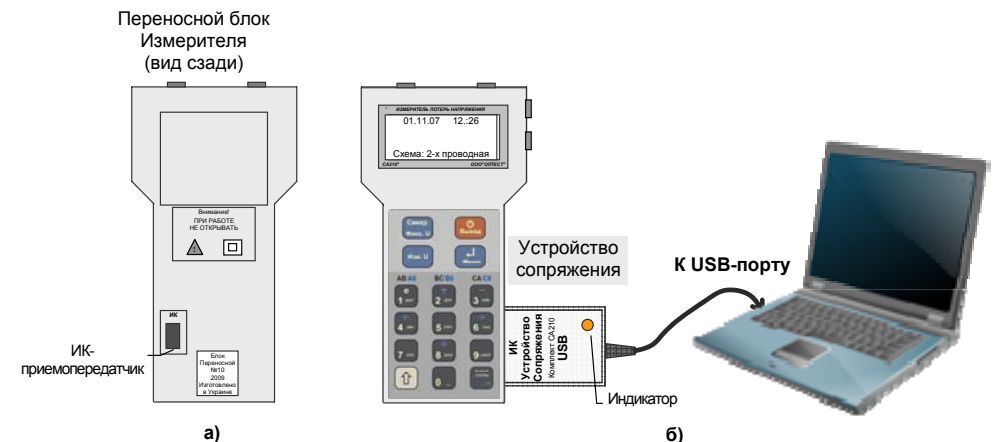

Рисунок 6.11. Подключение переносного блока Измерителя к ПК
- 2) Подключить Устройство сопряжения к Измерителю с помощью инфракрасного канала (рисунок 6.11 а), для чего расположить Устройство сопряжения под ИК-приемопередатчиком Измерителя (рисунок 6.11,б).